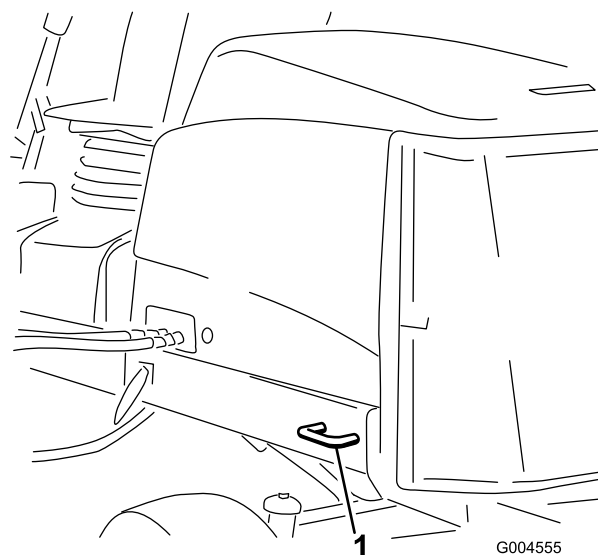

Figura 42
- Traseira – cada lado da máquina na estrutura traseira (Figura 42).